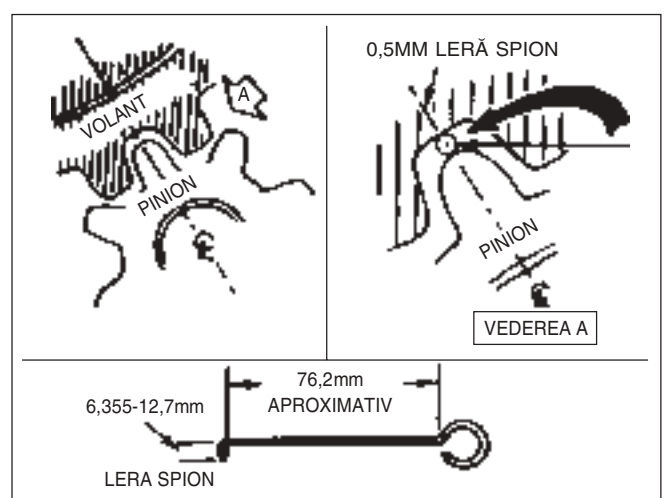

Fig. 3 Jocul dintre pinion și coroană
- d. Se verifică jocul dintre pinion și roata dințată, utilizând o leră de 0,5mm (Fig.3) diametru sau grosime și măsurând jocul dintre un dinte al pinionului și doi dinți ai coroanei dințate (Fig.3). Măsurarea se va face în centrul dintelui, nu în colțuri, unde spațiul este mai mare. Dacă distanța este mai mică de 0,5mm va fi necesară îndepărtarea pinionului de coroană prin folosirea de adaosuri.